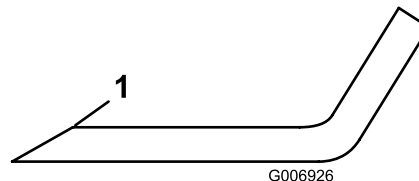

Figura 90
5. Inspeccione los filos de corte de todas las cuchillas. Afilelos si están romos o tienen mellas. Afile únicamente la parte superior del filo y mantenga el ángulo de corte original para asegurar un filo correcto (Figura 90).